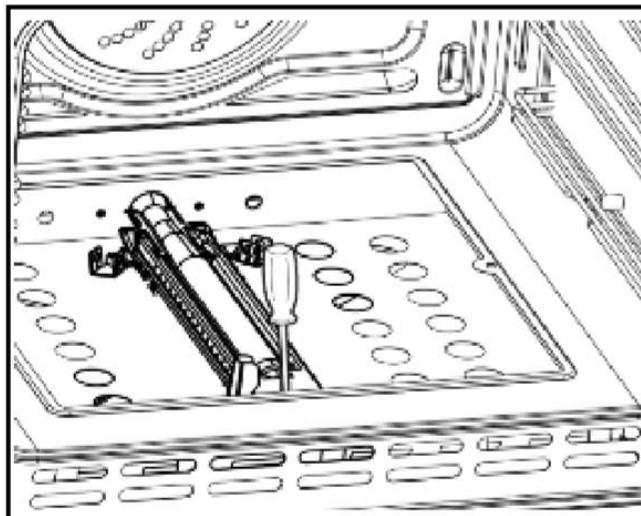

Рис. 10
3. Откройте защитный колпак "A" (Рис. 10).
- Открутите болты и снимите болт горелки "A" (Рис. 10).